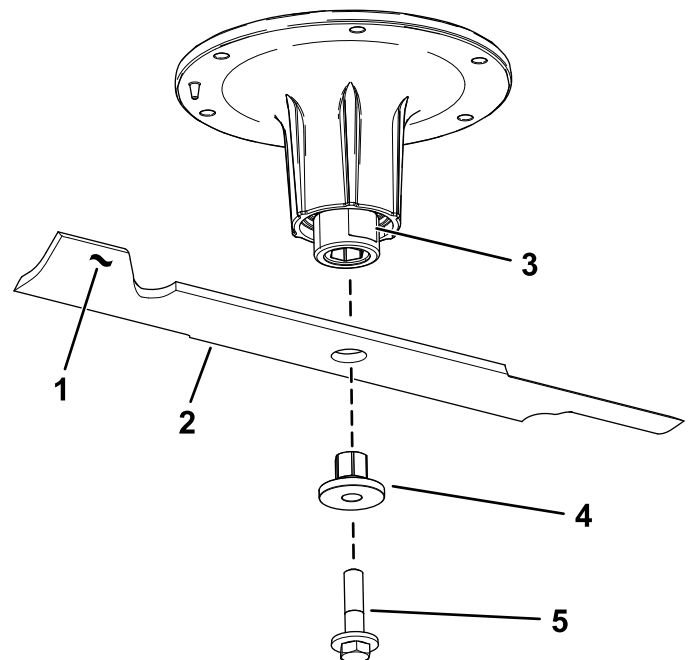

Figure 72
- Retirez le boulon, la douille et la lame de l'axe de pivot (Figure 72).